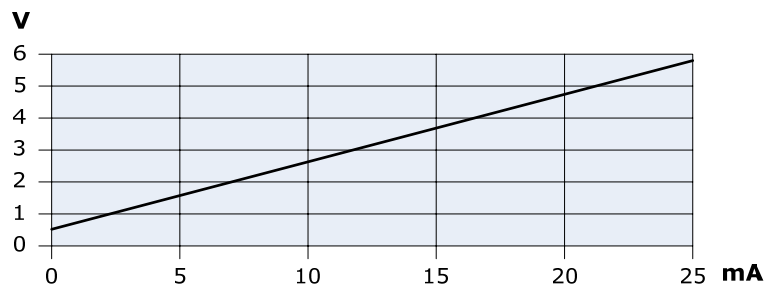

Fig. 20.8
**Ved logisk "0" (høj strøm):** Fig. 20.8 viser den typiske udgangskaraktistik for SO og DACOM. Strømmen i SO og DACOM skal af Alarm/teknisk udstyr begrænses til max. 25 mA. Eks. ved en spænding på 2 V trækker SO/DACOM min. 5 mA.